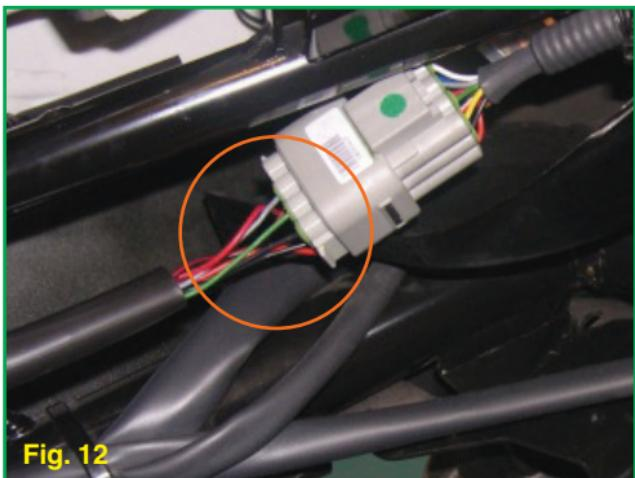

Fig. 12
- Mappa B: veicolo STD (mappa a zero). Tagliare il cavo grigio del cablaggio (Fig. 12).